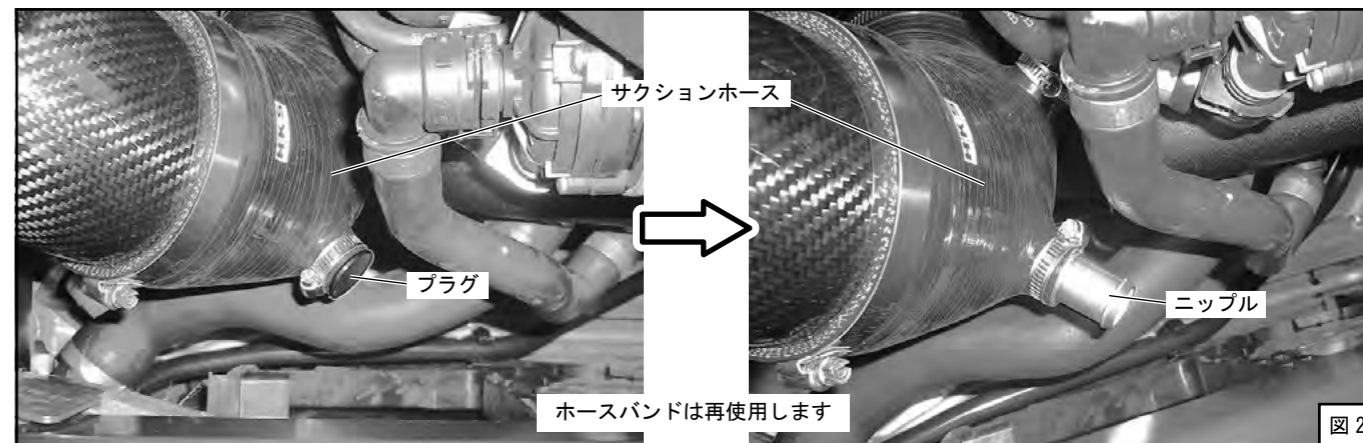

図2
(2) ドライカーボンレーシングサクシジョンのサクシジョンホースからプラグを外し、ニップルを取付けてください。(図2)